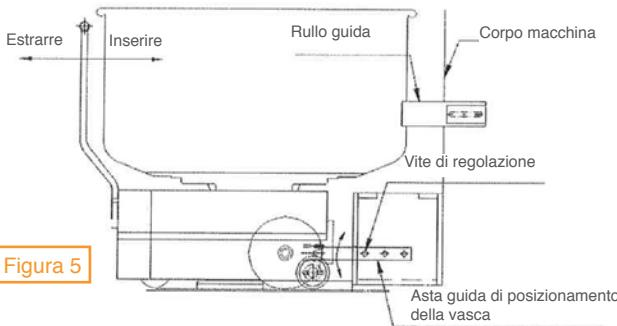

Figura 5
8. In questa posizione, è possibile controllare che le aste guida di posizionamento della vasca siano sufficientemente salda. Estrarre il carrello separandolo dalla macchina. Ripetere la procedura fino a quando è possibile inserire ed estrarre facilmente il carrello. Quindi, stringere le viti di regolazione dell'asta guida di posizionamento della vasca come illustrato in Figura 5. Infine, estrarre il carrello e inserirlo di nuovo controllando che il movimento sia agevole.